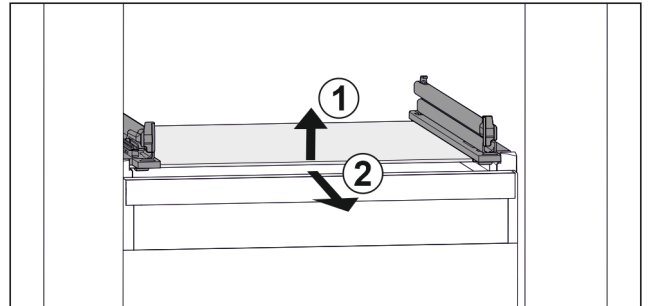

Fig. 32 Rappresentazione esemplificativa del ripiano in vetro
- ▶ Sollevare il ripiano in vetro dal davanti. Fig. 32 (1)
- ▶ Rimuovere il ripiano in vetro tirando in avanti. Fig. 32 (2)